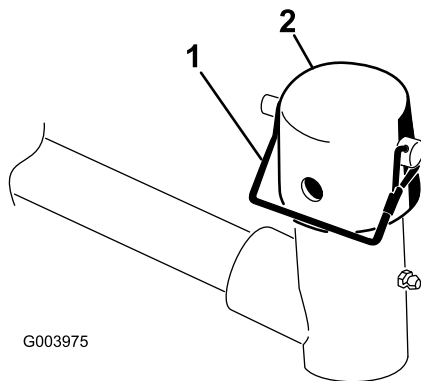

Figura 9
7. Togliete il perno di ritenuta e il cappuccio dalla forcella di articolazione del braccio di sollevamento (Figura 9).
11. Fissate il cappuccio e l'albero del telaio portante alla forcella del braccio di sollevamento con il perno di ritenuta (Figura 9).